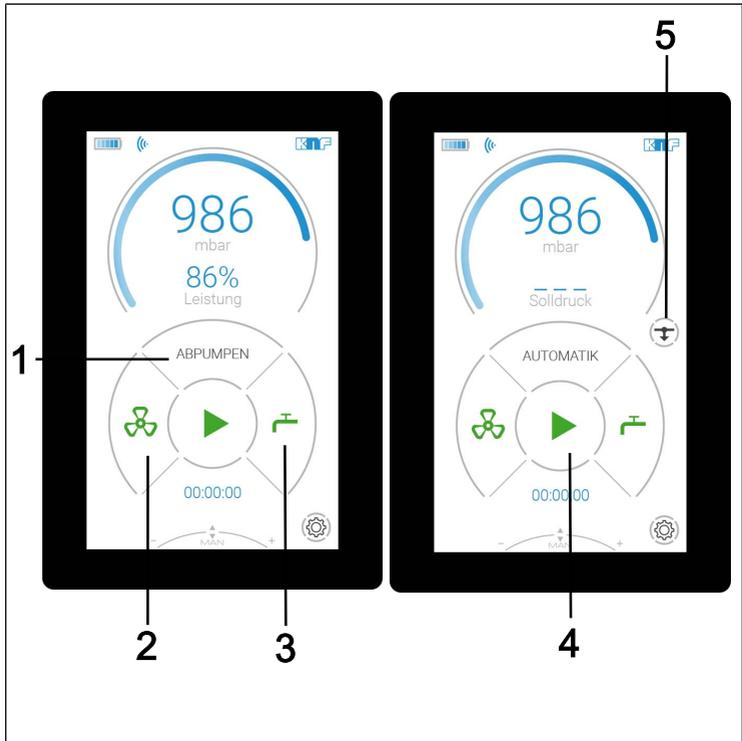

Abb.15: Menüs und Tasten am Touchscreen
- Menüs zur Auswahl des Betriebsmodus (Abb. 15/1).
- Bedientasten (Abb. 15) mit den Funktionen:
- Prozess starten und stoppen (4);
- Belüftungsventil öffnen und schließen (2);
- Kühlmittelventil (Zubehör) des Hochleistungskondensators öffnen und schließen (3).
Drücken Sie die Taste *START*  (Abb. 15/4), um einen Prozess zu starten.
Drücken Sie die Taste *STOP*  (Abb. 15/4), um einen Prozess zu beenden.
Drücken Sie die Taste *AUF* , um das Belüftungsventil (Abb. 15/2) zu öffnen.
(Abb. 15/2) das Belüftungsventil wieder geschlossen werden.
Drücken Sie die Taste *AUF*  für (Abb. 15/3), um das Kühlmittelventil am Hochleistungskondensator zu öffnen.
Drücken Sie die Taste *ZU*  (Abb. 15/3), um das Kühlmittelventil am Hochleistungskondensator zu schließen.